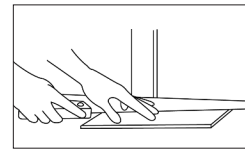

Figure 6
- Découper les montants et chambranles des portes. Déposer les bases, moulures et seuils de porte; on peut reposer ces pièces après la pose du plancher. Les montants et chambranles doivent être découpés pour éviter les découpes difficiles (Figure 6).